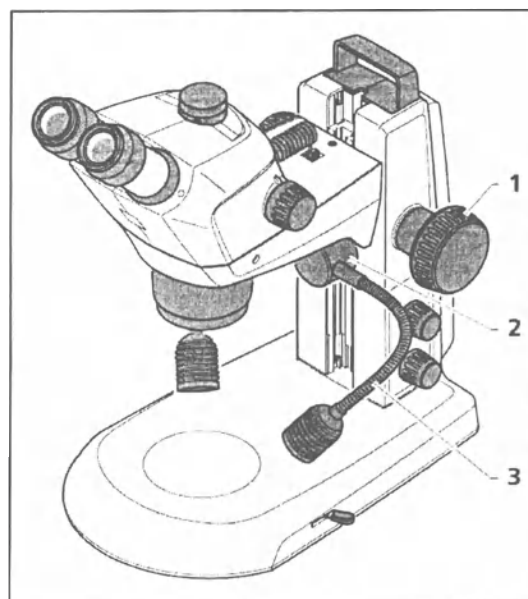

Рис. 22. Точечный двойной осветитель
- Переместите корпус микроскопа в крайнее верхнее положение при помощи регулятора фокусировки (рис. 22/1). Установите точечный двойной осветитель (рис. 22/2) на нужную высоту на направляющей.
- Используйте два S-образных световода (рис. 22/3) для регулировки точек таким образом, чтобы обеспечить оптимальное освещение образца.